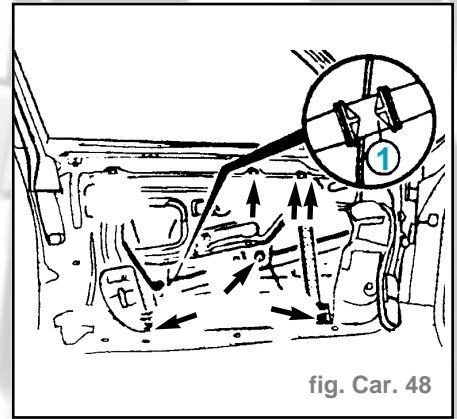

fig. Car. 48
- Défaire le guidage (1) (fig. Car. 48)